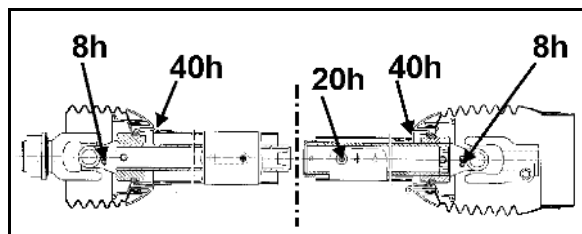

Рис. 94
1. Приведите защитный кожух карданного вала в монтажное положение (Рис. 94).
Входящие в комплект поставки без расфасовки **винты** М8 х 30 А2-70 являются **запасными срезными винтами** (Рис. 94/1) для крепления насадной вилки карданного вала к фланцу первичного вала редуктора. Устанавливайте карданный вал на первичный вал редуктора со смазкой.